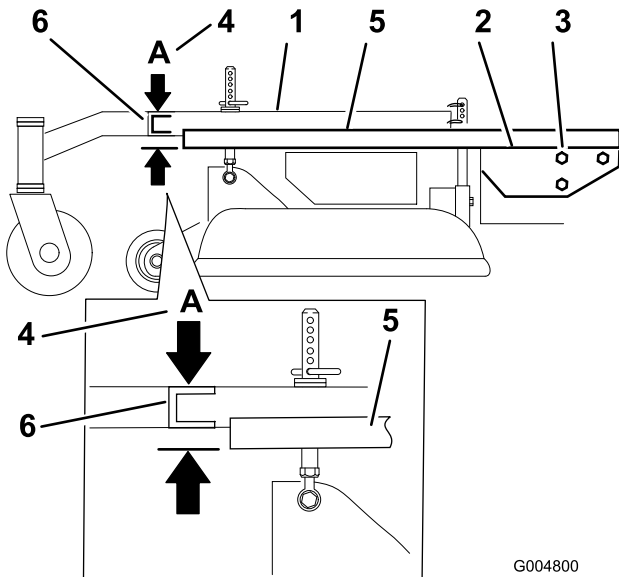

Figure 66
3. Placez une longue planche, ou autre objet similaire parfaitement droit en haut du plancher moteur, comme illustré à la Figure 66.
4. Au niveau du tube transversal du bâti porteur, mesurez la hauteur au point **A** (Figure 66). Elle doit être égale à 33 mm (1-5/16") \pm 6 mm (1/4").
6. Desserrez les boulons de montage du bâti porteur de chaque côté de la machine (Figure 66).
7. Alignez le bâti porteur et le plancher moteur à la même hauteur qu'au point **A**, c.-à-d. 33 mm (1-5/16") \pm 6 mm (1/4") (Figure 66).